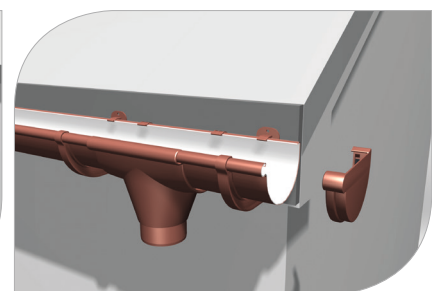

рис. 18
- 3.9 На концах желобов установите заглушки с уплотнителями (рис. 18)